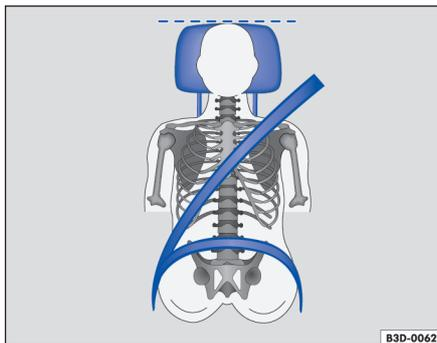
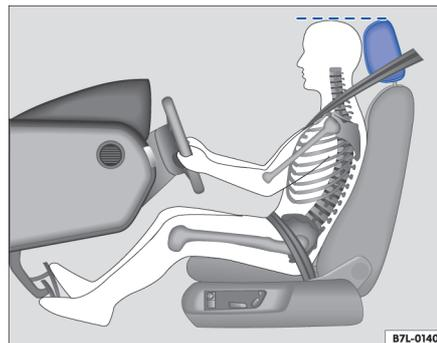

Fig. 43 Visto de frente: apoyacabezas y cinturón ajustados correctamente
Fig. 44 Visto de lado: apoyacabezas y cinturón ajustados correctamente
- Ajuste el apoyacabezas de modo que el borde superior del mismo quede a la misma altura que la parte superior de la cabeza ⇒ página 70, fig. 43 y ⇒ página 70, fig. 44.